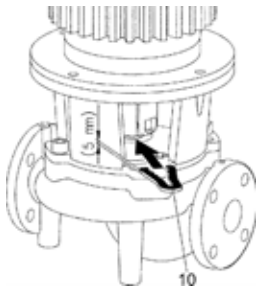

Fig. 18: Garfo de apoio à montagem para trabalhos de ajuste
Em todos os trabalhos de montagem é necessário utilizar o garfo de apoio à montagem (Fig. 18, pos. 10) para ajustar o impulsor na posição correta no corpo da bomba!